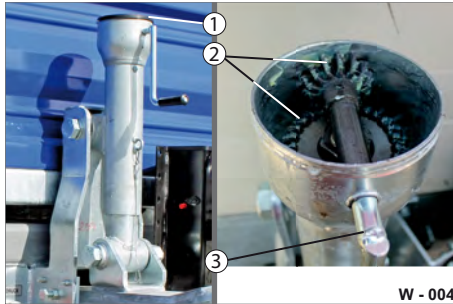

Abb. 4 Zugrohr-Höhenverstellung schmieren
- ▶ Entfernen Sie den Deckel (Abb. 4/1).
- ▶ Schmieren Sie die Zahnräder (Abb. 4/2) mit Fett.
- ▶ Kurbeln Sie mit der Kurbel (Abb. 4/3) die Höhenverstellung hoch und runter - das Fett wird verteilt.